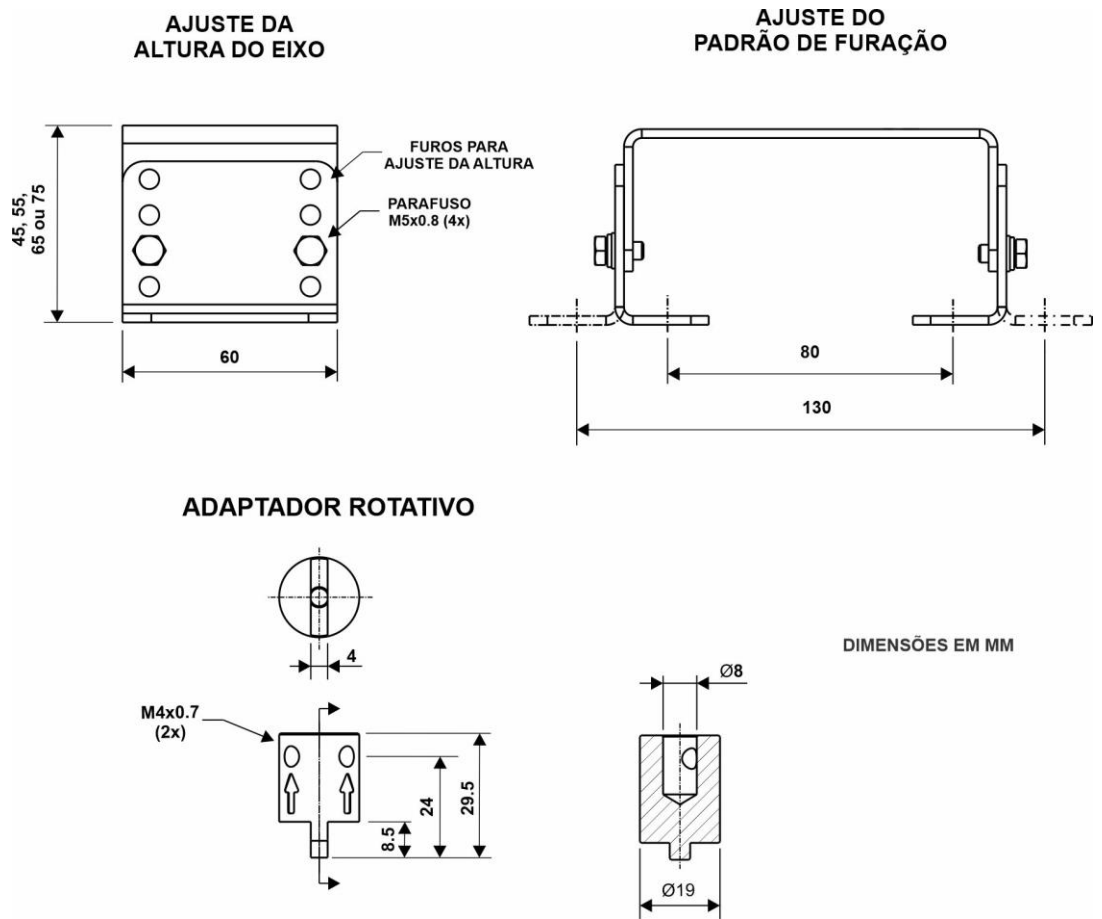

Figura 1.3 – Configuração do suporte de montagem para atuador rotativo
3. O suporte de montagem rotativo tem três partes, que podem ser ajustadas ao atuador em diferentes arranjos. Determine a configuração do suporte rotativo, de acordo com as dimensões do atuador especificado, utilizando quatro parafusos M5, quatro arruelas de pressão e quatro arruelas lisas, como mostrado na figura 1.3.
acordo com a configuração mostrada na figura 1.3.